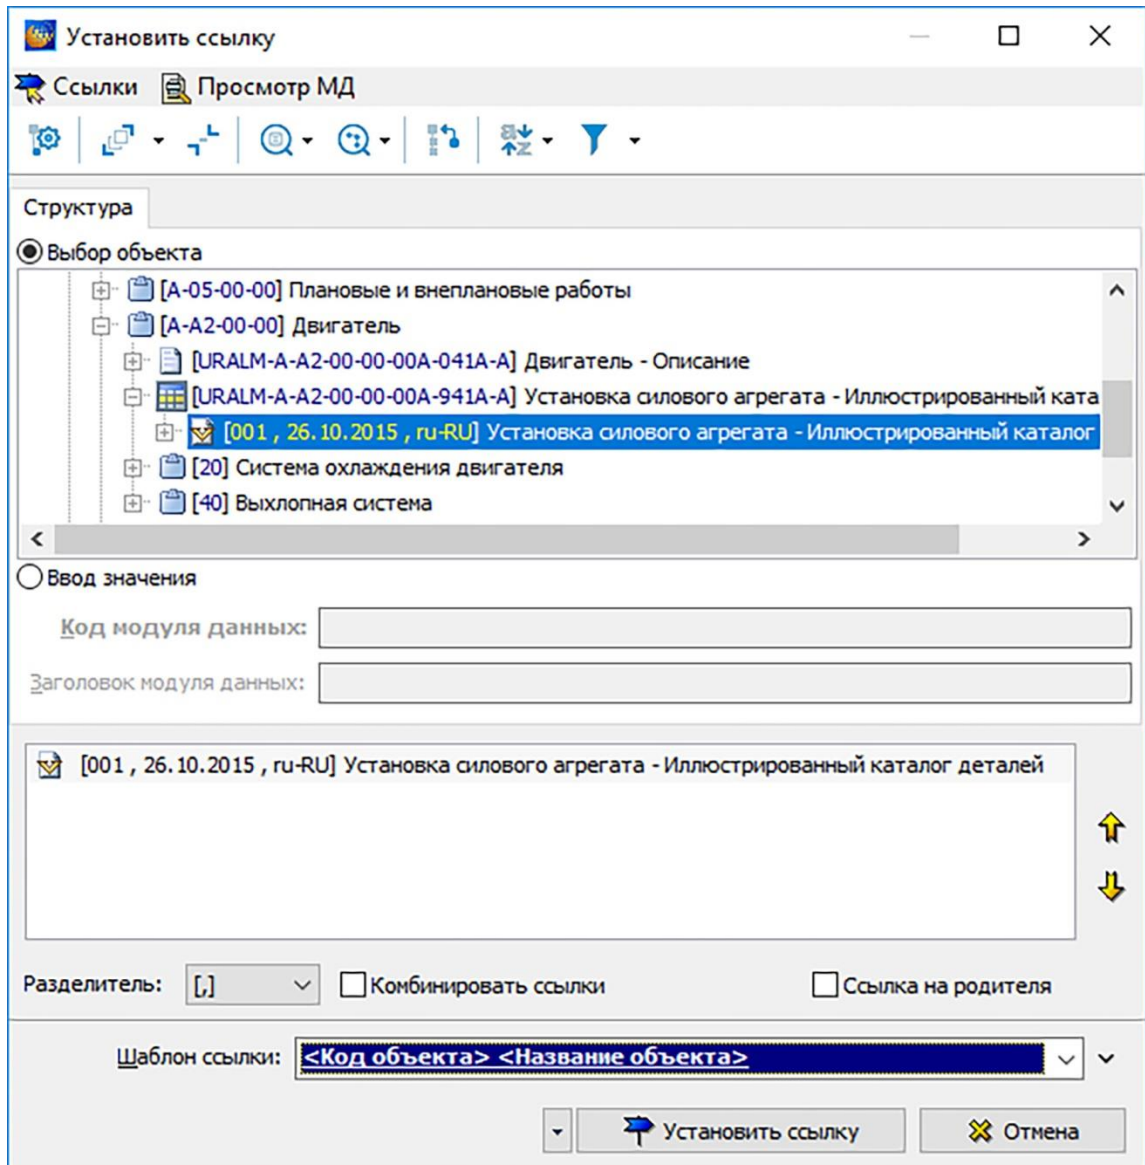

Рисунок 256
3) В окне **Установить ссылку** имеется возможность вставить внешнюю ссылку на имеющийся МД (при включённой радиокнопке **Выбор объекта**) и на еще не созданный МД (при включённой радиокнопке **Ввод значения**). Имеющийся в проекте МД можно выбрать для ссылки в дереве проекта, для еще не созданного МД параметры вводятся вручную. В первом случае выделите версию МД в дереве проекта (рисунок 256).